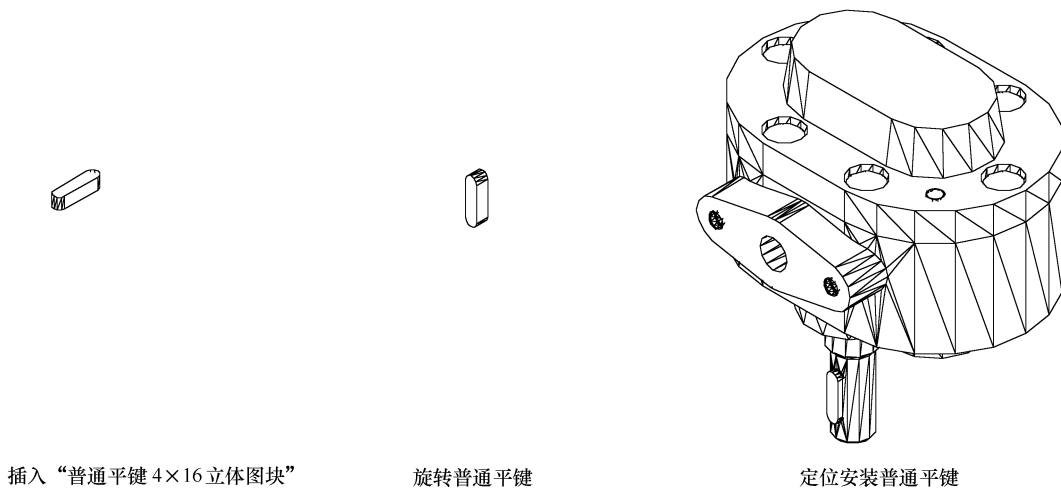

图 13-58 安装普通平键 4 × 16
- Step 7** 插入“普通平键 4 × 16 立体图块”，并定位安装：继续执行插入块操作，插入“普通平键 4 × 16 立体图块”。调整 UCS，调用“旋转”命令，调整普通平键方位。调用“移动”命令，定位安装普通平键。安装普通平键 4 × 16，如图 13-58 所示。